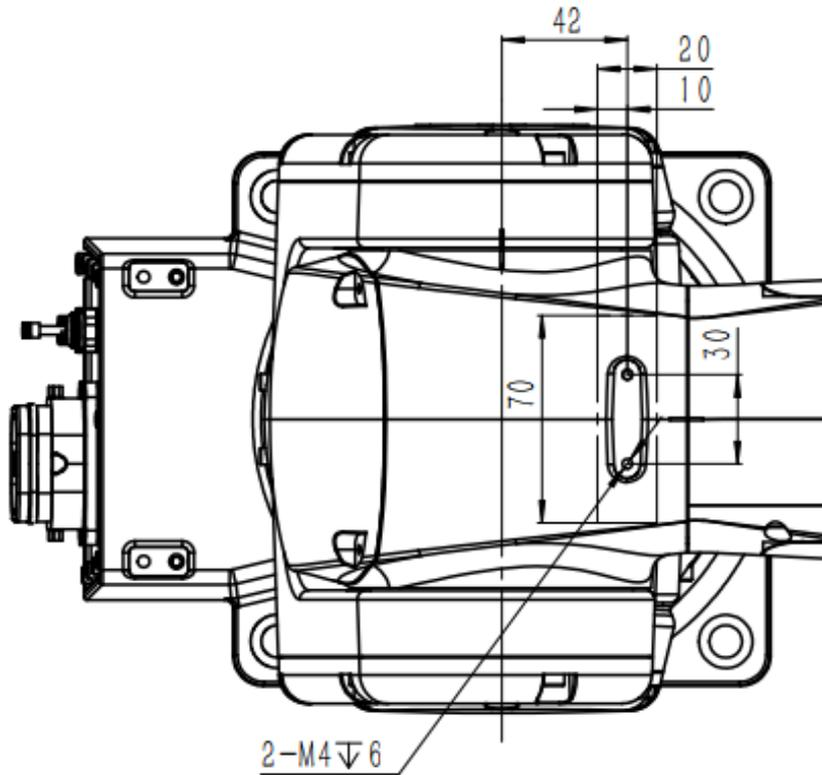

图 6-10 AIR4-560C(-HW)操作机肘部负载接口尺寸示意图
- 肘部负载质心位置需位于图 6-10 所示 20X70mm 区域内部。
AIR4-560C(-HW)操作机三轴肘部负载安装孔规格及尺寸如下图 6-10 所示。